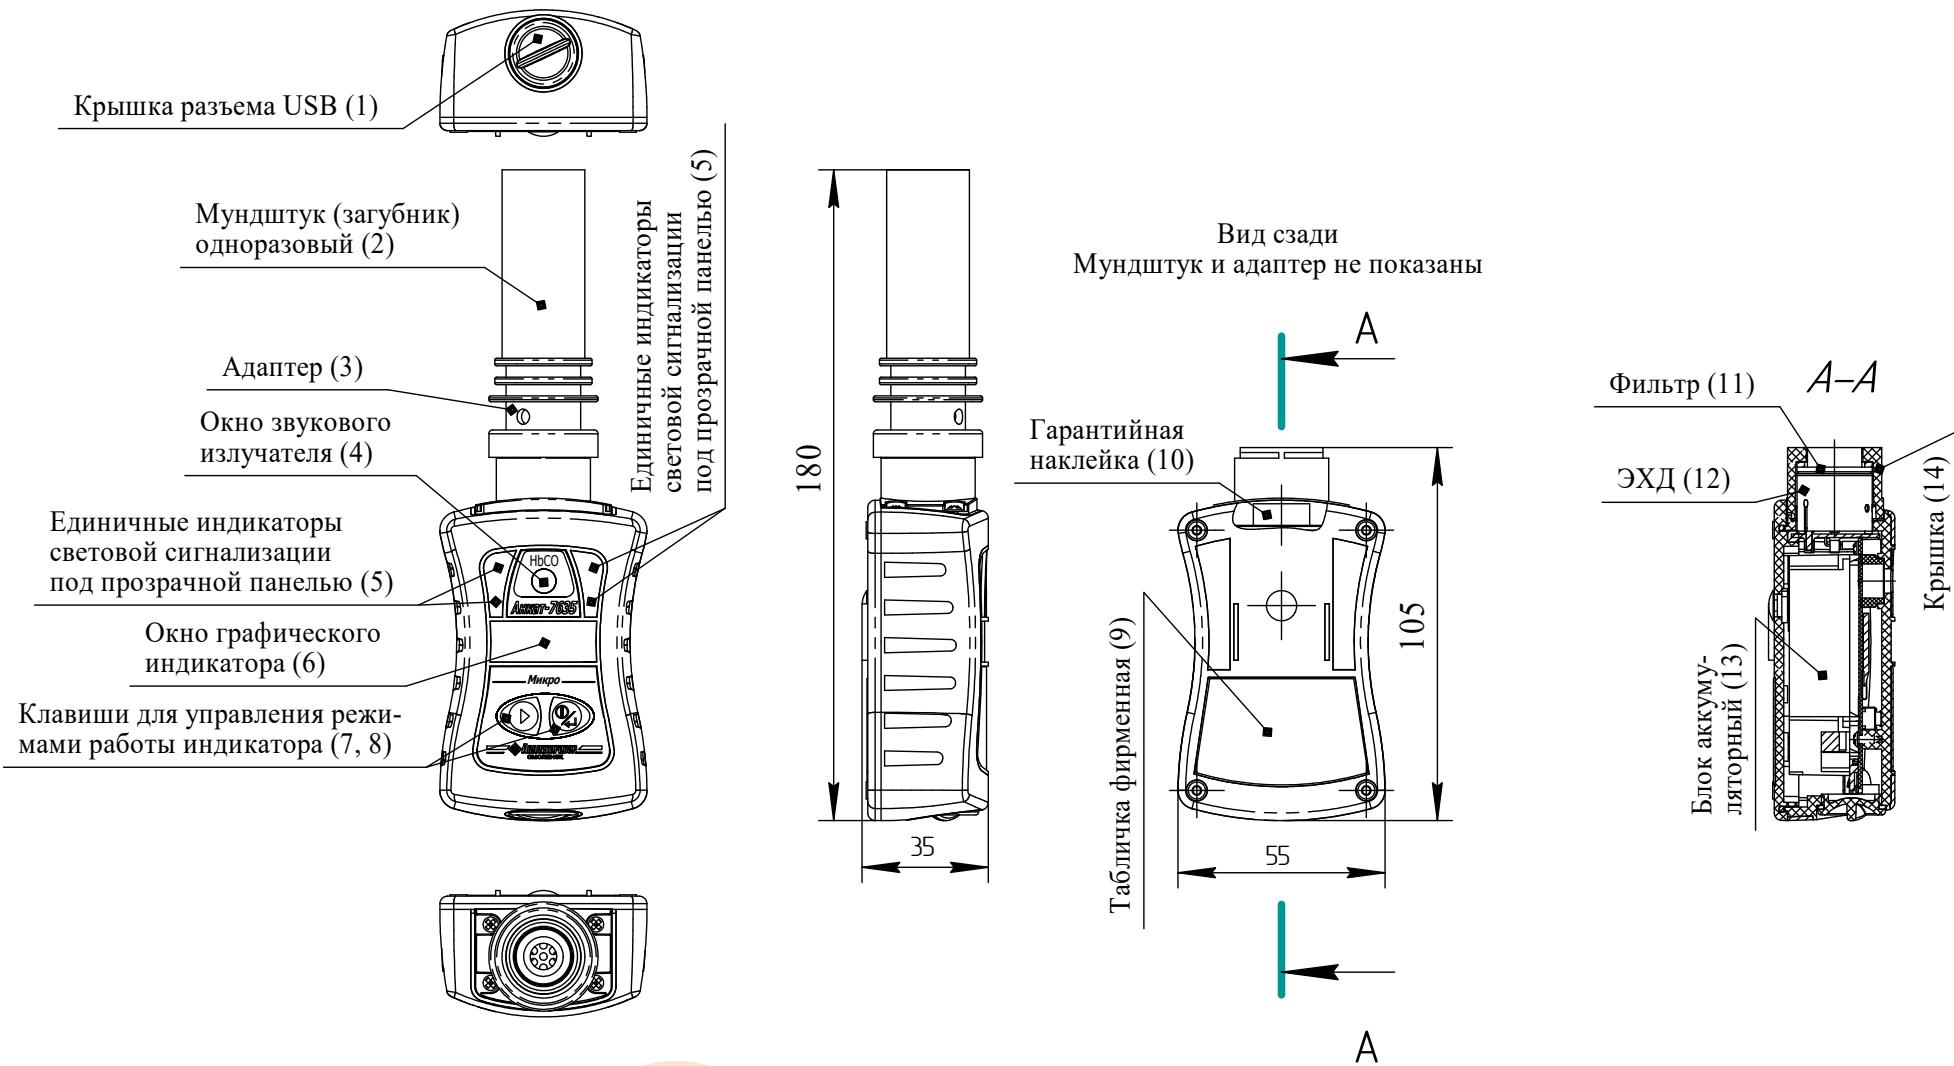

Рисунок 1.1 – Прибор для определения оксида углерода в выдыхаемом воздухе АНКАТ-7635Микро-НбСО.
1.4.1.3 На передней панели прибора расположены (см. рисунок 1.1):
- табло (графический индикатор) (6);
- единичные индикаторы световой сигнализации (5);
- пленочная клавиатура с двумя клавишами для управления режимами работы прибора «» (7) и «» (8);
- окно звукового излучателя (4).